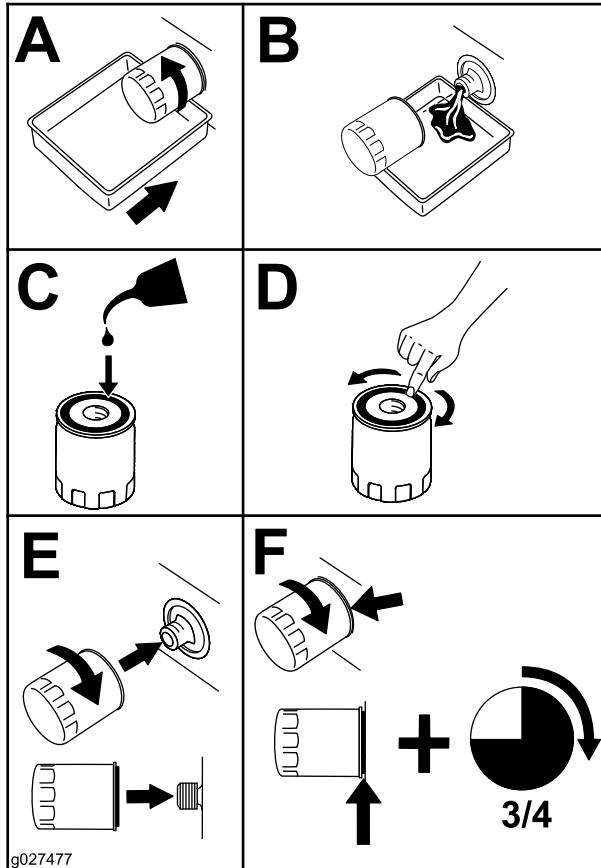

Figura 64
- Sustituya el filtro de aceite del motor (Figura 64).